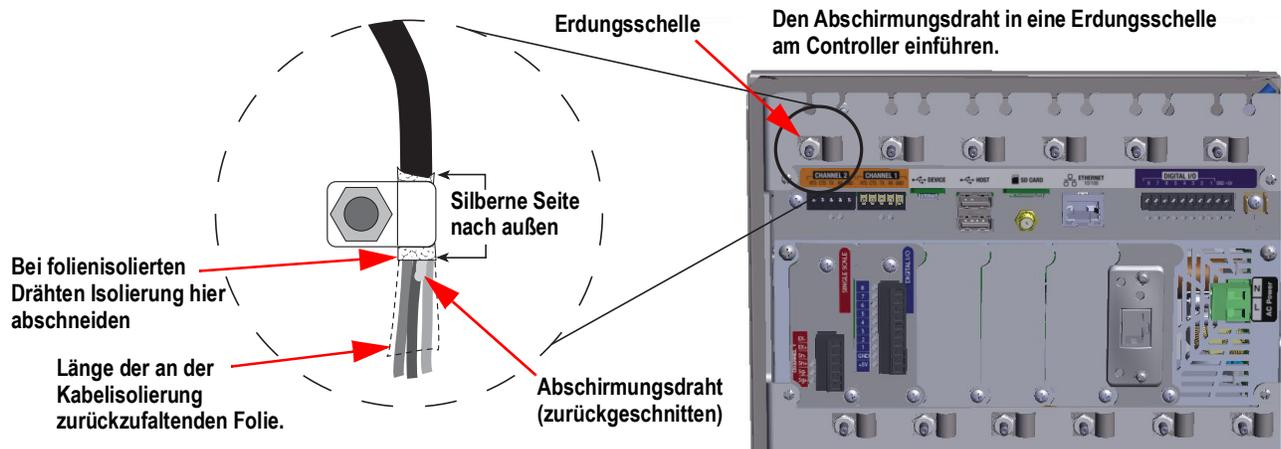

Abbildung 2-28. 1280-Erdungsschelle und -bolzen auf dem Schaltschrank abgebildet
3. Schneiden bzw. falten Sie Schirmdraht und Folienisolierung wie in Abbildung 2-28 gezeigt.